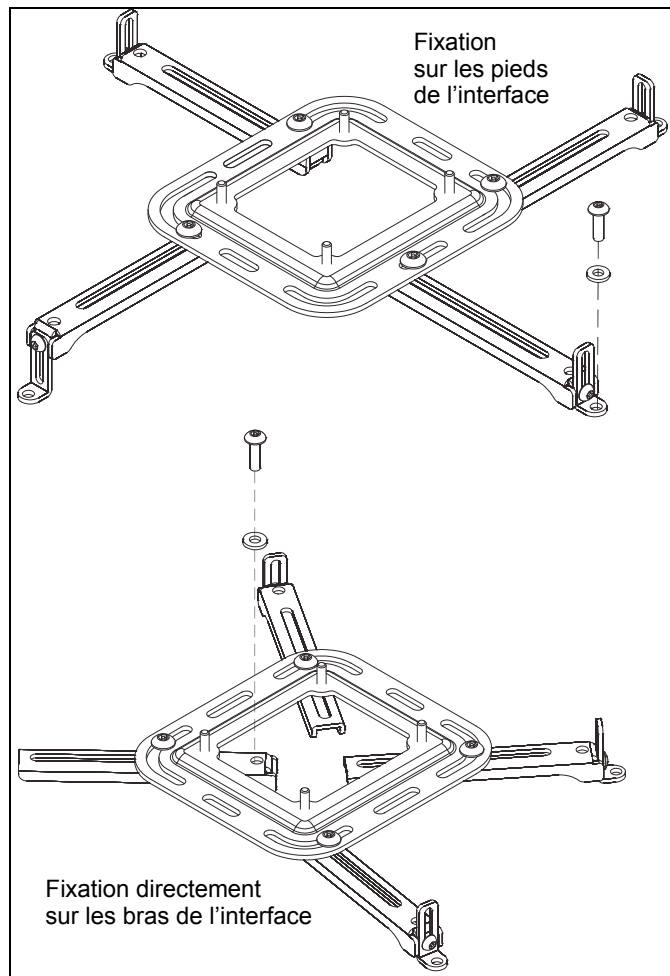

Figure 14
6. Fixez l'interface universelle au projecteur soit sur les pieds du support, soit directement sur les bras. (Voir Figure 14)